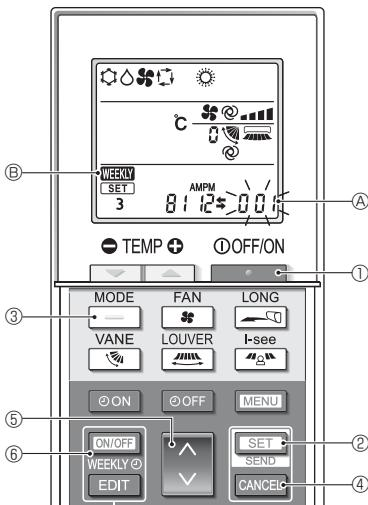

Fig. 4-12
4.12.8. Désactivation du mode AUTO (Fig. 4-12)
- Appuyez sur la touche **OFF/ON** ① pour arrêter le climatiseur.
- Si la minuterie hebdomadaire est activée, appuyez sur la touche **ON/OFF** ⑥ pour la désactiver. (**WEEKLY** Ⓑ disparaît) pendant 5 secondes.
- Appuyez sur la touche **SET** ② pendant 5 secondes.
- Appuyez sur la touche **↑/↓** ⑤.
- Achèvement des réglages (Fig. 4-12)